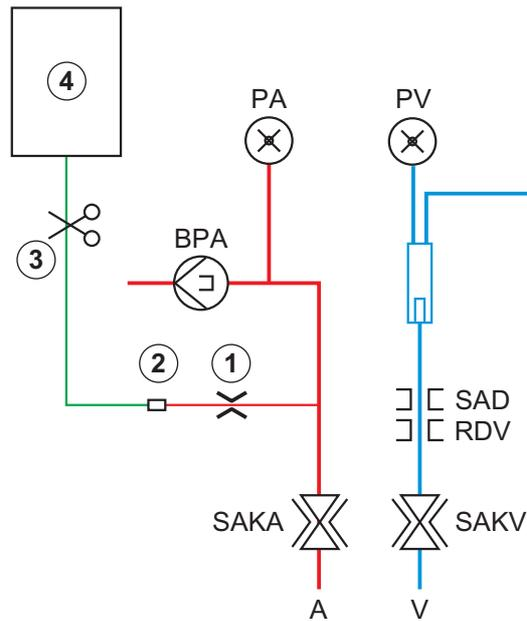

Fig. 6-10 Configuración para el bolo arterial
Si se utiliza un equipo HD, la línea para infusión debe estar conectada a una bolsa de NaCl mediante el adaptador en Y del sistema de líneas de sangre (véase Fig. 6-10 Configuración para el bolo arterial (145)).
3. Colocar la bolsa de infusión con solución de suero fisiológico (Fig. 6-10, ④) al portasueros.